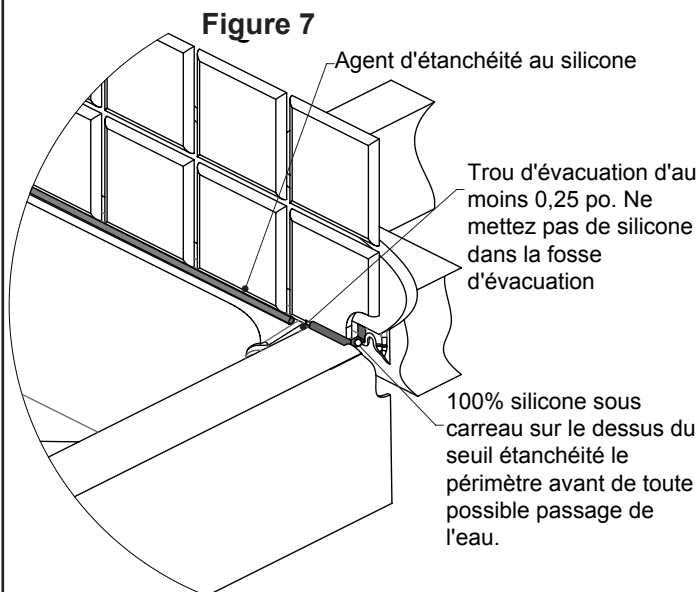
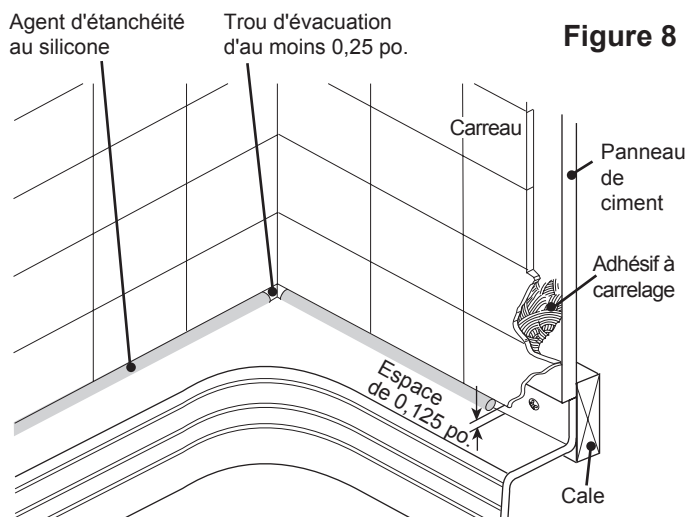
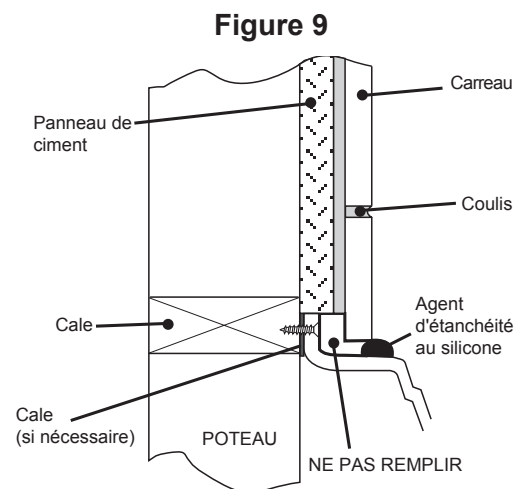

Figure 7
Figure 8
Figure 9
- 9** Appliquez le carreau, ou tout autre de matériau de finition, en laissant un espace de 0,125 po (voir la Figure 8) entre le matériau de finition et le rebord de la bride de la base de douche. Laissez un trou d'évacuation d'au moins 0,25 po. au niveau des coins avant et arrière de la base de douche (voir les Figures 7 et 8). Ajoutez du silicone 100 % sous le carreau et le panneau d'appui au-dessus du seuil uniquement (voir les Figure 7). Reportez-vous aux codes de construction locaux pour la finition appropriée ou les autres métiers.
- 10** Ne remplissez pas la zone identifiée par la mention « Do Not Fill » (Ne pas remplir) (figure 8). Cela risquerait d'empêcher l'évacuation de l'humidité vers la base, par les chantpleures (figure 9). Cette humidité est due à l'eau fuyant à travers le coulis à carreaux. L'étanchéification du coulis à carreaux permettra d'éviter cette fuite.